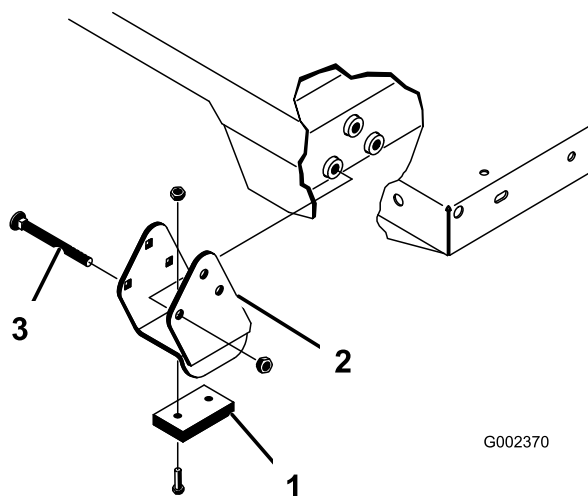

Figura 25
Asigurați-vă că suporturile distanțiere și blocurile de uzură (Figura 25) sunt montate cu uruburile de fixare poziționate în interiorul mainii.
2. Aezați cu atenție platforma pe cadrul mainii, aliniind orificiile plăcii pivotante din spatele platformei cu orificiile din canalul cadrului spate și montați cele 2 tifturi cu cap și gaură în cuie de osie (Figura 25).
4. Introduceți tiftul cu cap și gaură din exteriorul platformei cu cuiul de osie orientat spre exterior (Figura 25).